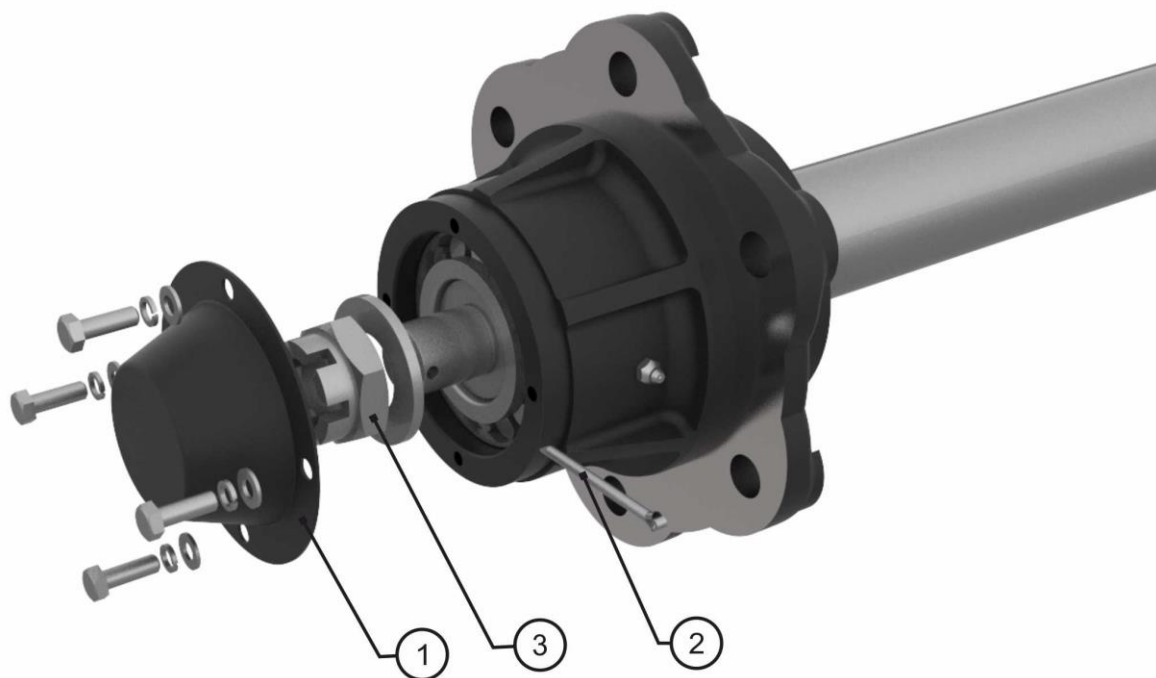

Рис. 12
1. Зняти кришку (1) маточини (Рис. 12) ;
2. Дістати шплінт (2) і відгвинтити гайку (3);
4. Загвинтити гайку (3), при цьому необхідно одночасно з загвинчуванням повертати колесо в обох напрямках до тугого обертання, тоді ролики підшипників правильно розмістяться відносно кілець;
5. Відпустити гайку (3) на 1/6 оберта і сильним поштовхом руки повернути колесо так, щоб воно зробило декілька обертів. Колесо повинно обертатися без помітного осьового люфта;
6. Встановити шплінт (2).
7. Встановити кришку маточини (1)